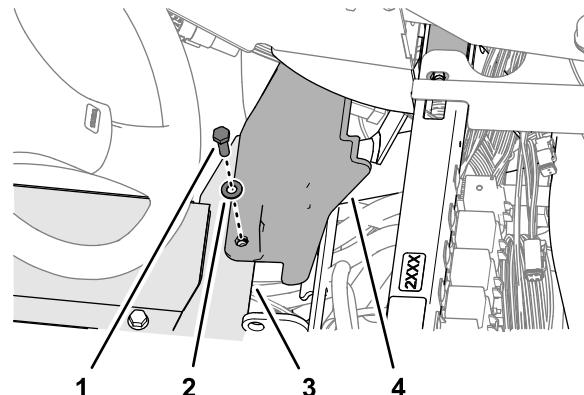

Figura 102
6. Alinee el orificio del guardabarros delantero derecho con el orificio del suelo de la plataforma (Figura 102), y sujeté el guardabarros al suelo con un tornillo (5/16" x 1") y una arandela (5/16").